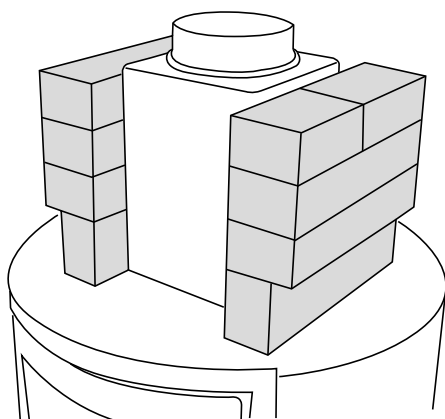

Bild 15: Lagringssten
11. Placera dit lagringsmagasinet av täljsten på ovasidan av insatsen runt och mot stosen (se bild 15). Se till att lagringsstenen har expansionsutrymme och att den inte trycker mot ytterstenen. Justera lagringsstenen i sådana fall.